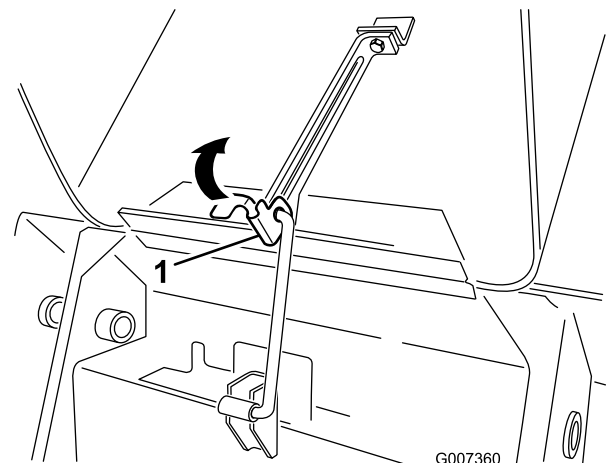

Figure 29
1. Tirez la languette de fixation de la béquille (Figure 29)